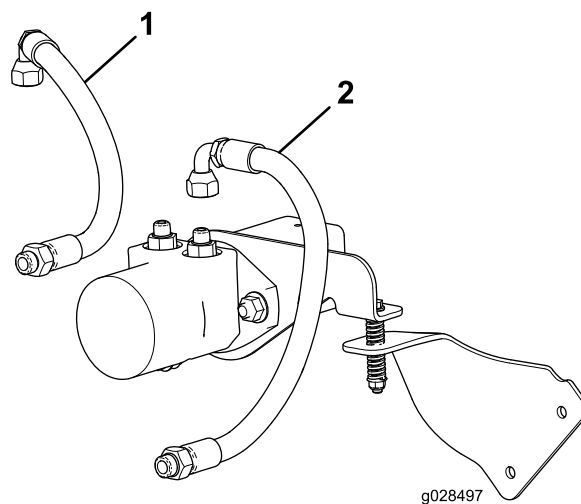

Figura 4
3. Aperte os encaixes nos encaixes a 90 graus nas 2 mangueiras hidráulicas para os 2 encaixes retos (Figura 4) com 50 a 64 Nm.